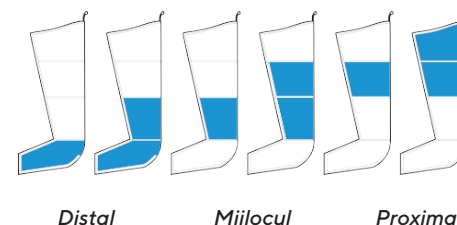

Figura 2 - Modul ciclu ISO
- Până când ambele camere ajung la presiunea setată și se dezumflă în același timp, ciclul va începe din nou după o scurtă pauză (a se vedea figura 2).